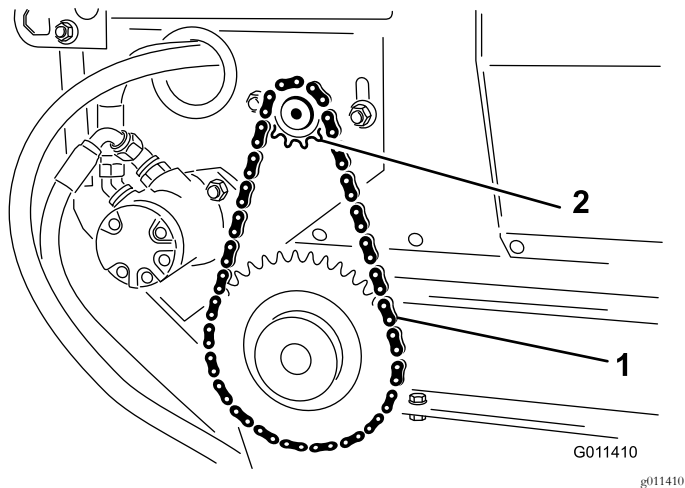

图25
2. 拧松将马达和链轮总成固定到主机架的螺栓和螺母 图25。